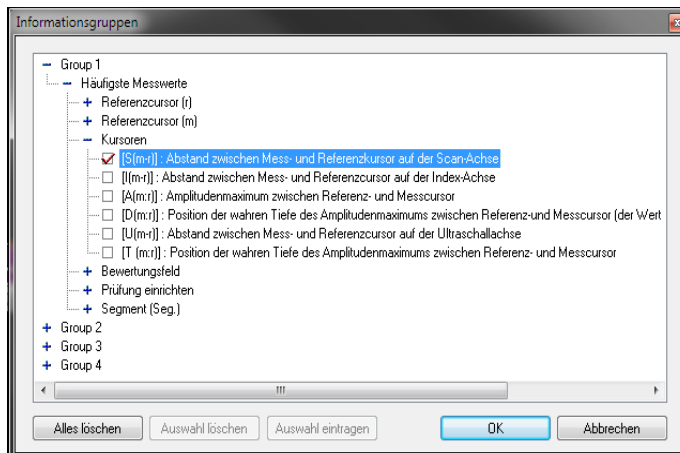

Abbildung 10-12 Dialogfeld Informationsgruppen mit für den Datenaustausch mit Excel verfügbaren Messwerten
- Wählen Sie im Dialogfeld **Informationsgruppen** die zu exportierende Gruppe (im Beispiel U(r) und S(m-r)) aus und klicken Sie auf **OK** (siehe Abbildung 10-12 auf Seite 478).